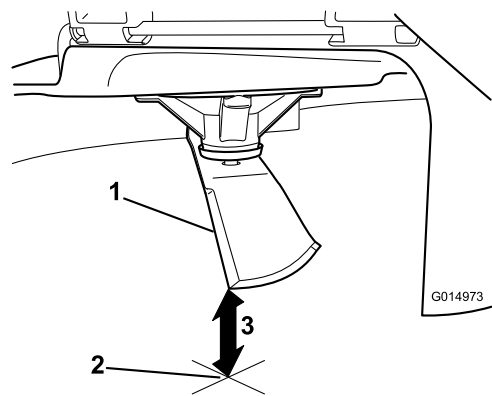

Figure 60
3. Mesurez la distance entre la pointe de la lame et la surface plane (Figure 60).